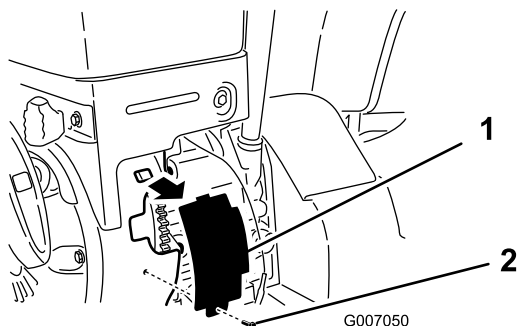

Figur 2
3. Monter den elektriske starteren og fest den godt som vist (Figur 2) med to bolter med momenthode fra posen med løse deler.